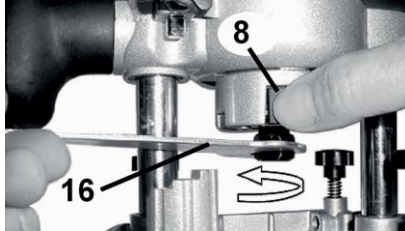

Рисунок 2
За допомогою ключа (16) (рисунок 2) відкрутити /закрутити цанговий патрон.
За допомогою ключа (16) (рисунок 2), що входить у комплектцію, розтиснути цанговий патрон.